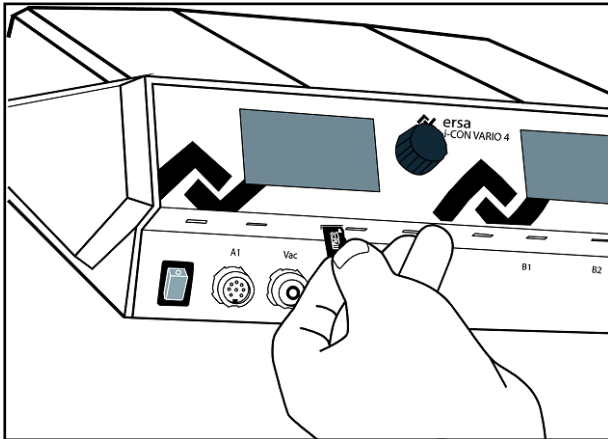

Abbildung 4. microSD™ Karte einsetzen, Frontansicht
- Stecken Sie die microSD™ Karte wie in Abbildung 4 & 5 beschrieben ein.